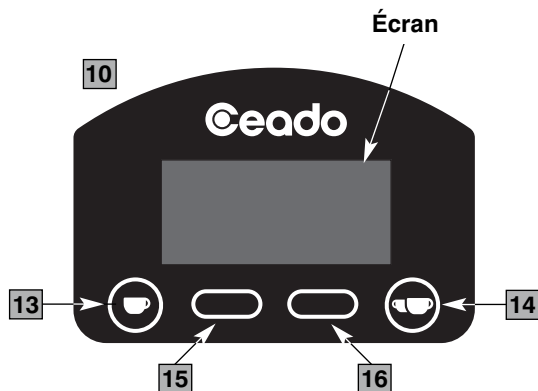
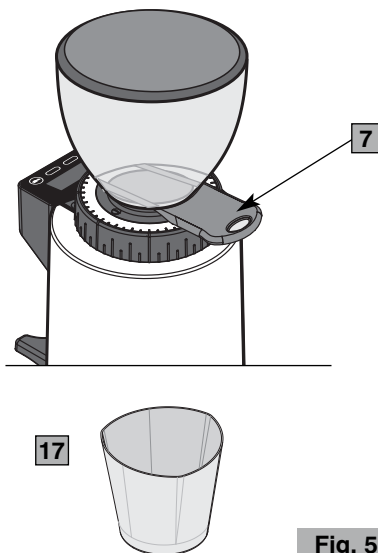

Fig. 4
Fig. 5
### Composants principaux (Fig. 1, Fig. 2, Fig. 3, Fig. 4, Fig. 5)
6. S'assurer que le récipient (cloche) des grains de café est placé (é) correctement et qu'il a l'obturateur (7 Fig. 5) complètement ouvert jusqu'à la fin de sa course.